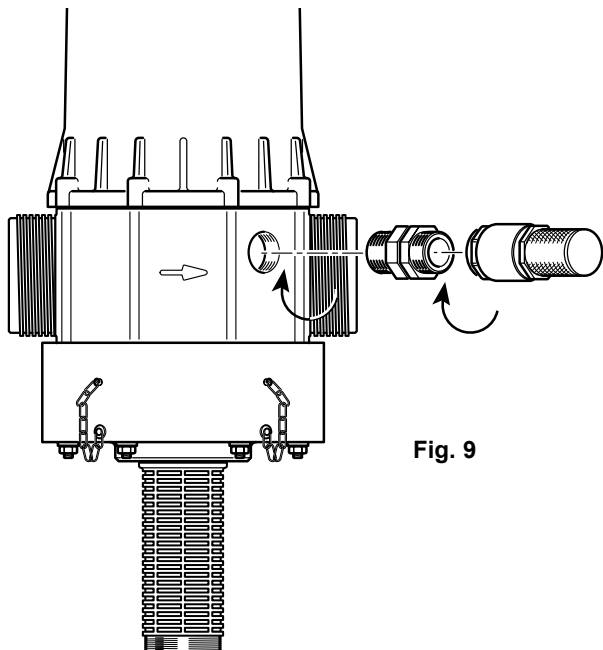

Fig. 9
- Restablece automáticamente la presión atmosférica en la instalación en caso de depresión accidental* (Fig. 9). Su utilización depende de la reglamentación sanitaria vigente en nuestro país.